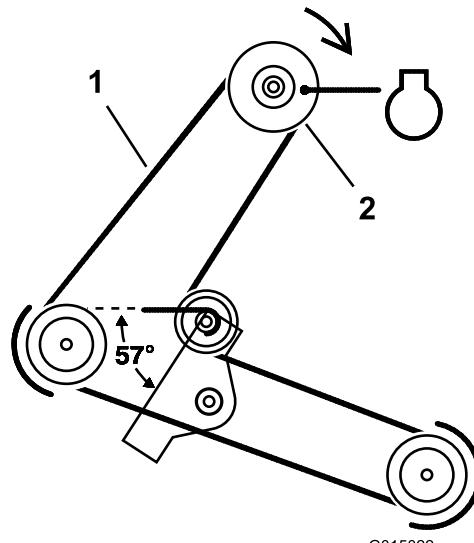

Figura 35
- Retire la correa del cortacésped de la polea del embrague eléctrico (Figura 35).
5. Instale la correa del cortacésped en la polea del embrague eléctrico (Figura 35).